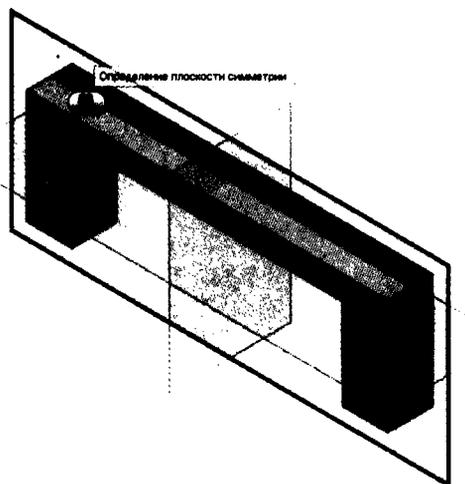

Рис. 14.11. Выбор плоскости симметрии
- Появятся три плоскости, пересекающиеся в центре детали. Щелкните длинную вертикальную плоскость, как показано на рис. 14.11, затем нажмите **ОК**, чтобы установить значение.